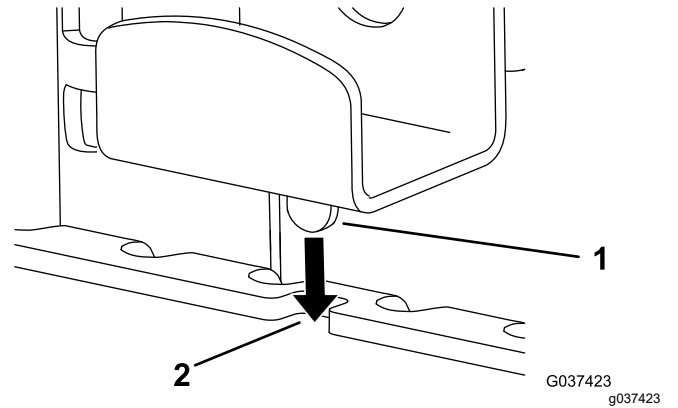

Figura 7
2. Allentate la manopola e abbassate la staffa superiore, inserendo l'aletta nell'incavo nella staffa della cerniera (Figura 7).